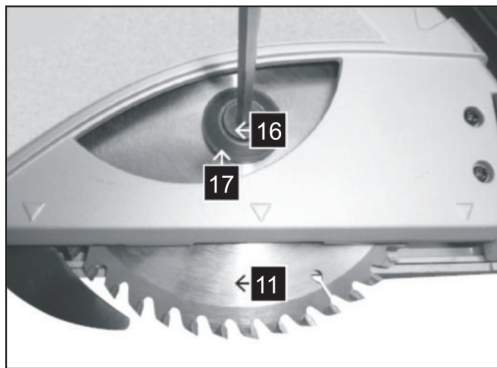

Рис. 3
1. Опустить пильный диск так, чтобы был доступ к фиксирующему винту (поз. 16, Рис.3);
3. С помощью шестигранного ключа открутить фиксирующий винт (поз. 16, Рис. 3);